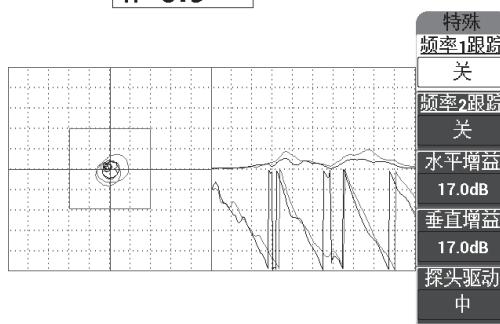

图 6-58 背景参考信号
- 仍然将探头放置在标准试块没有缺陷的区域上，然后按住**参考保存键**（REF），保存背景参考信号（参见第154页的图6-58）。